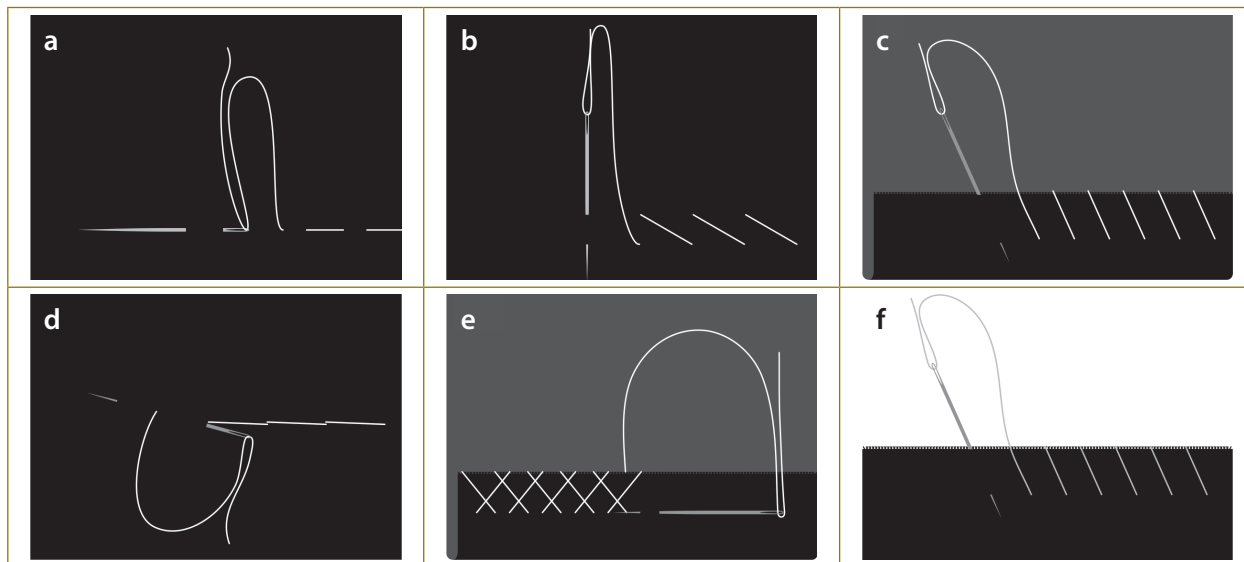

Figura 2.3. Cusături manuale
- **Cusături drepte (de însăilare)** – se execută cu împunsături înaintea acului, egale pe față și pe dosul materialului, obținându-se un șir de linii întrerupte (figura 2.3/a);
- **Cusături oblice (de însăilare sau fixare)** – se execută cu împunsături de ac care străpung straturile de material sub un unghi de 45° (figura 2.3/b, c);
- **Cusături în formă de lanț** – imită cusătura uzuală a mașinii, iar pașii se execută la distanță egală unul de altul (figura 2.3/d);
- **Cusături cruciforme** – acul prinde un fir din grosimea materialului, apoi este îndreptat sub un unghi spre dreapta, străpungând marginea îndoită (figura 2.3/e);
- **Cusături de festonare** – se execută pe marginile materialului, ca acesta să nu se deșire. Cusătura se face prin împingerea materialului dintr-o parte în alta, la distanțe egale (figura 2.3/f);